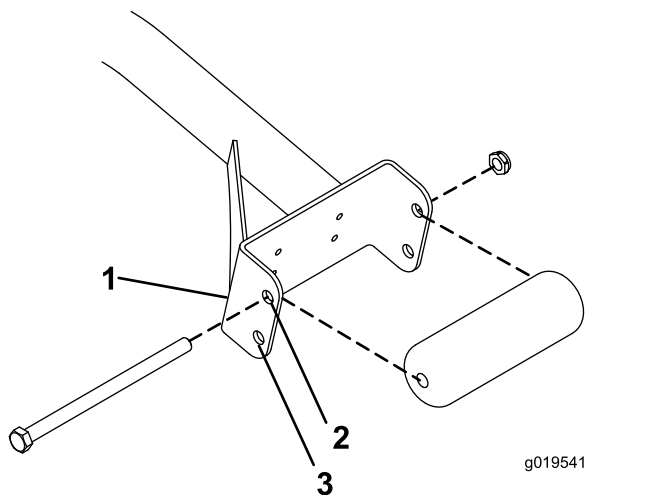

図 3
- 27" のカッティングユニットの場合、サポートアセンブリのチャンネルの上穴にローラを取り付ける 図 3。
- 32" のカッティングユニットの場合、サポートアセンブリのチャンネルの下穴にローラを取り付ける 図 3。